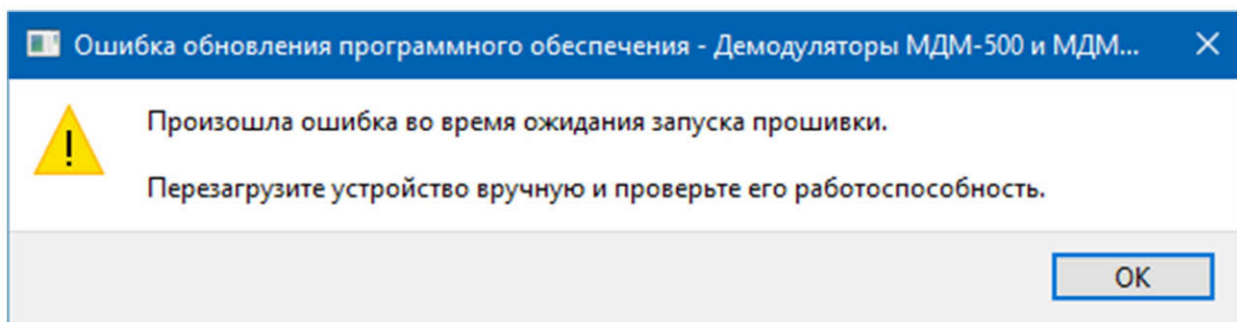

Рис. 14. Сообщение об окончании ожидания запуска ПО устройства
- * закончилось время ожидания запуска программного обеспечения устройства (Рис. 14);